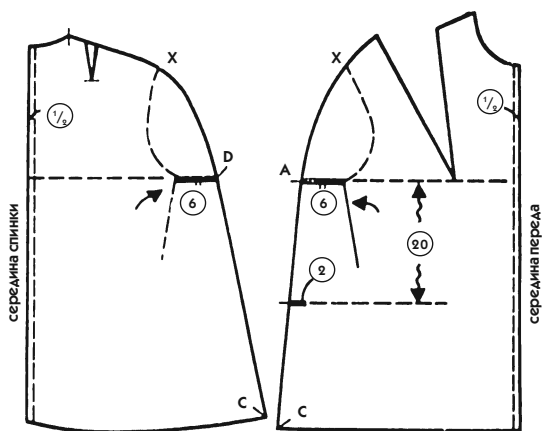

Рис. 755
1. *Перед.* Переведите перед базового лекала пальто, указав под рукой ширину платья (толстая стрелка на рис. 755).
- Продолжите линию груди на 6 см от бокового среза (засечка А на рис. 755).